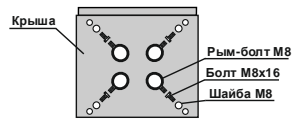

Рис.9
9.12 Приложите крышу к верхней части собранного каркаса КВРУ и закрепите её при помощи четырёх болтов М8×16 с шайбами М8 или при помощи четырёх рым-болтов М8 (Рис.9).